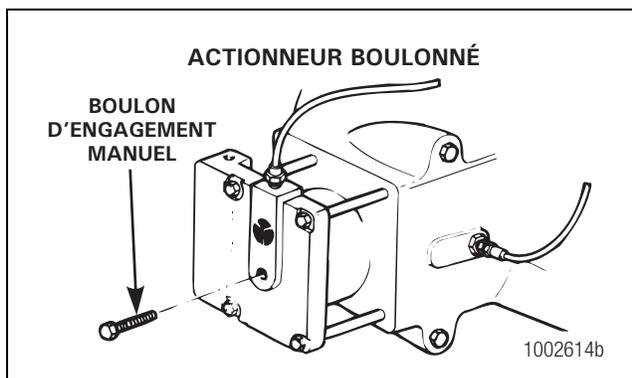

Figure 11.7
- C. Installer le boulon d'engagement manuel dans le trou taraudé situé au centre du cylindre. Figure 11.7.